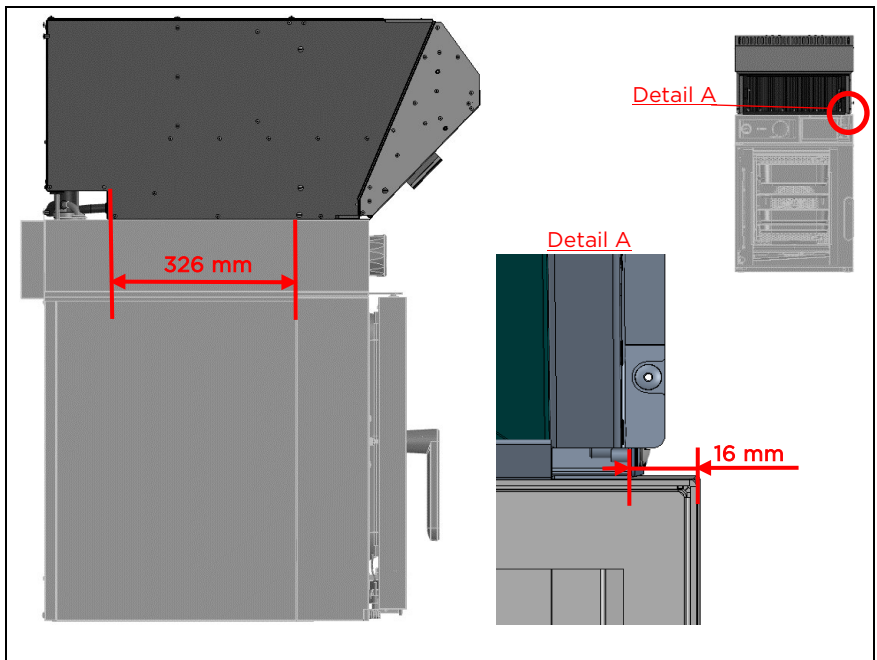

Abb. 12: Ausrichtung der Haube auf Gerät
10. Nun die Haube auf dem Gerät positionieren (Abb. 12), sodass der Flammenschutzfilter (Pos. 22) nach vorn, in Richtung der Gerätetür zeigt. Der zur Tiefenpositionierung einzuhaltende Abstand beträgt 326 mm und ist von der hinteren, unteren Kante der Haube, bis zur Frontrahmentrennung zu messen.